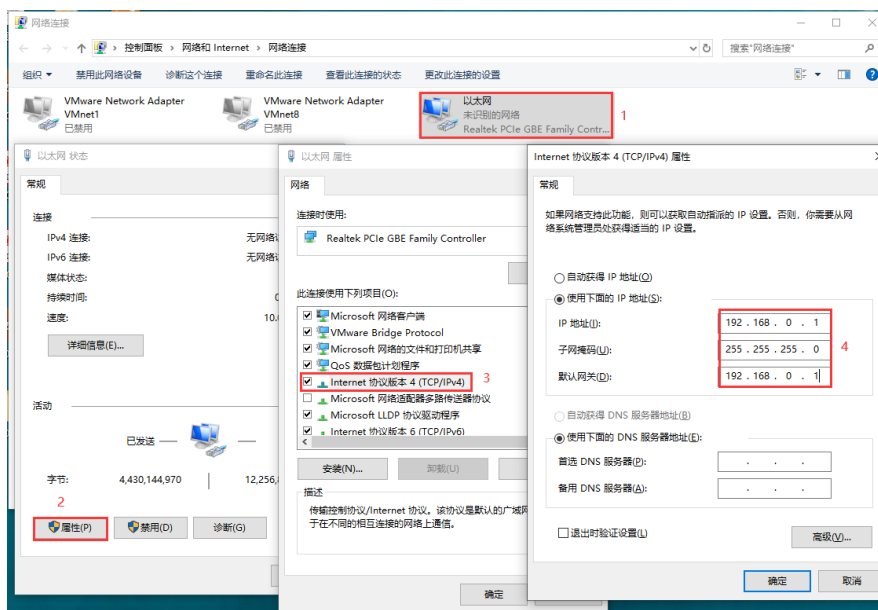

图 8-1 固件升级模式电脑 IP 设置界面
- (1) 将设备硬件与电脑连接；
- (2) 上电时将 CFG 引脚置为低电平，进入升级固件模式，此时 RX_LED 和 TX_LED 交替闪烁；
- (3) 将电脑 IP 设置为 192.168.0.1（或者同网段除 192.168.0.10 外的其他 IP 地址），如图 8-1 所示。